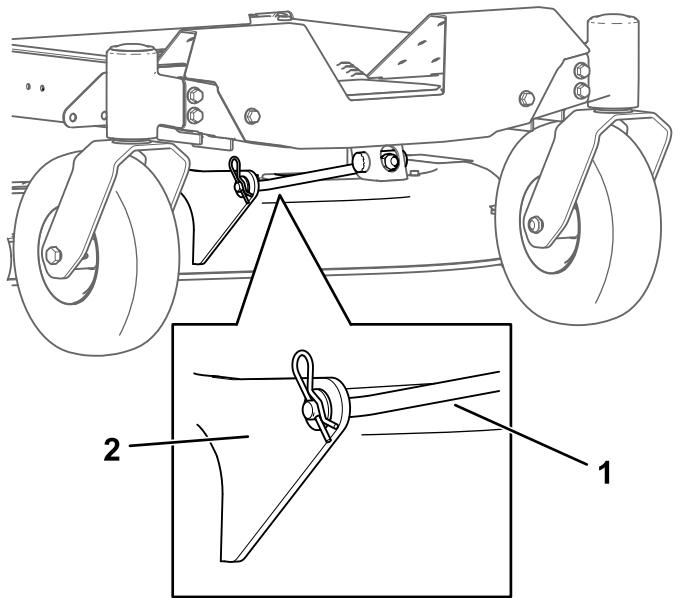

Figura 65
- Retire la chaveta de la varilla de soporte delantera y retire la varilla del soporte de la carcasa (Figura 65).
- Conecte la varilla de soporte delantera a la carcasa de corte con el pasador y la chaveta (Figura 65).